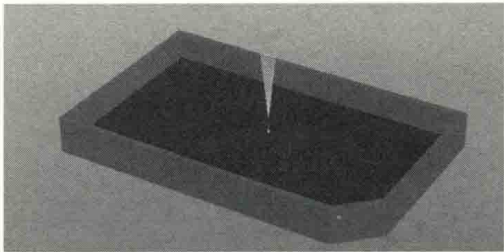

图 5-49 屏蔽罩 3D 效果图
(5) 切换到 3D 视图，即可查看到所绘制的屏蔽罩 3D 效果图，如图 5-49 所示。